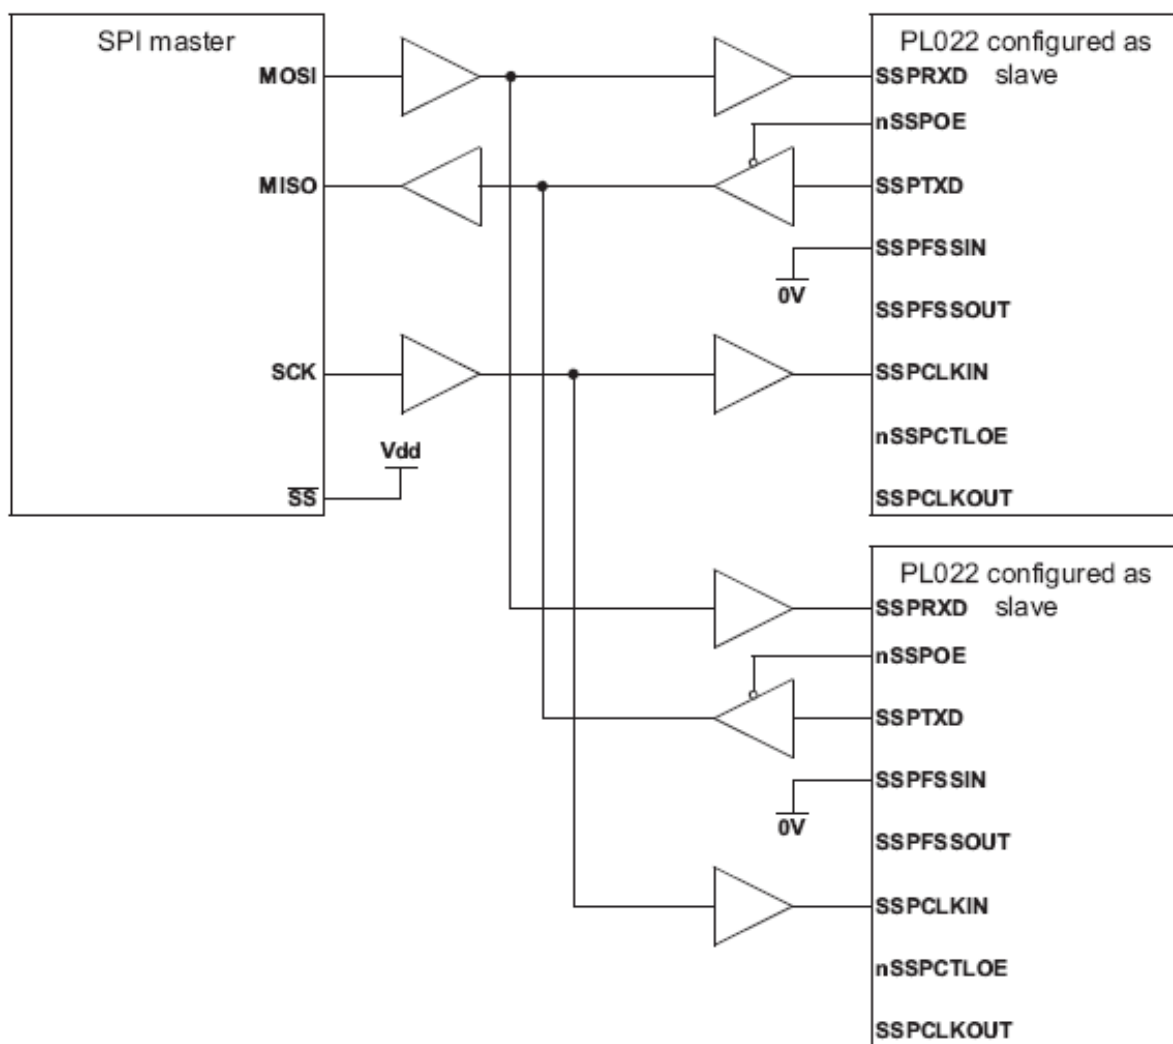

Рисунок 112 – Ведущее устройство, протокол SPI, подключено к двум ведомым модулям SSP
Рисунок 112 показывает ведущее устройство, поддерживающее протокол SPI фирмы Motorola, соединенное с двумя модулями SSP, сконфигурированными для работы в ведомом режиме. Линия Slave Select (SS) ведущего устройства в этом случае установлена в высокий логический уровень. Ведущее устройство осуществляет передачу данных по линии MOSI по кругу в адрес двух ведомых модулей.